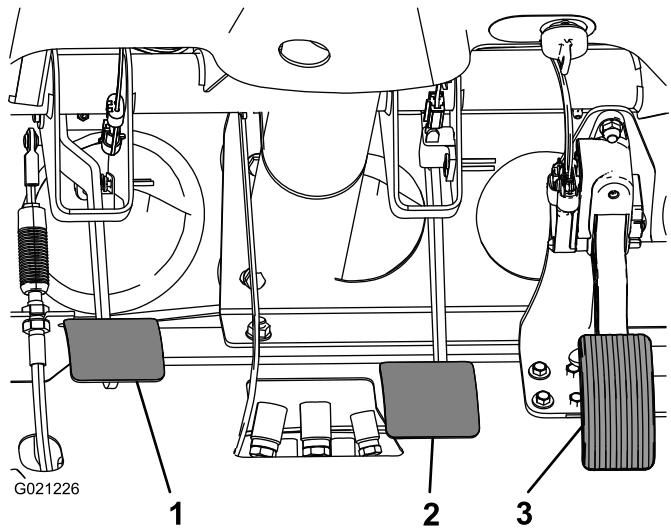

Figura 67
- Sollevate il pedale del freno (Figura 67) fino a quando non viene a contatto con il telaio.
- Allentate i controdadi che fissano la forcella all'albero del cilindro principale (Figura 67).